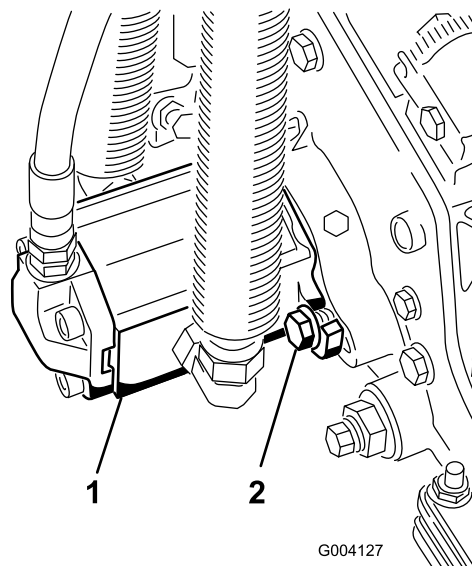

Figure 30
- Montez le moteur en le tournant dans le sens horaire jusqu'à ce que les brides passent les boulons (Figure 30).